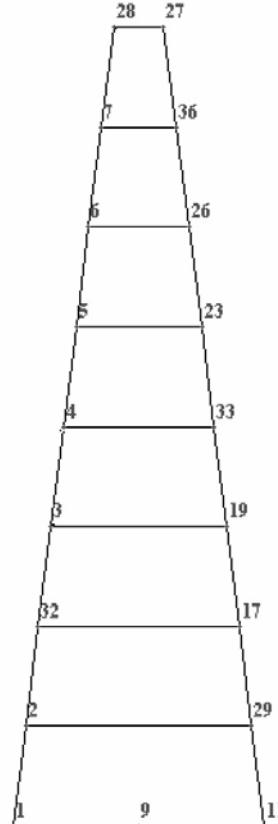

Рис.5.13. Схема башни в проекции ХОZ
- Укажите последовательно курсором на следующие пары узлов № 2 и № 29; № 32 и № 17; и аналогично до вершины башни (рис.5.13).